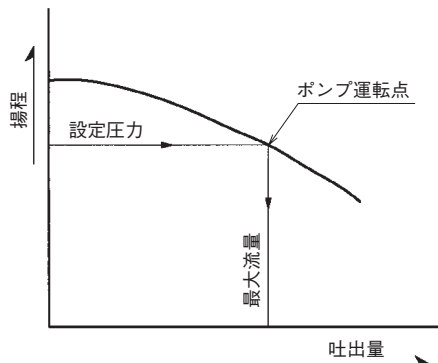
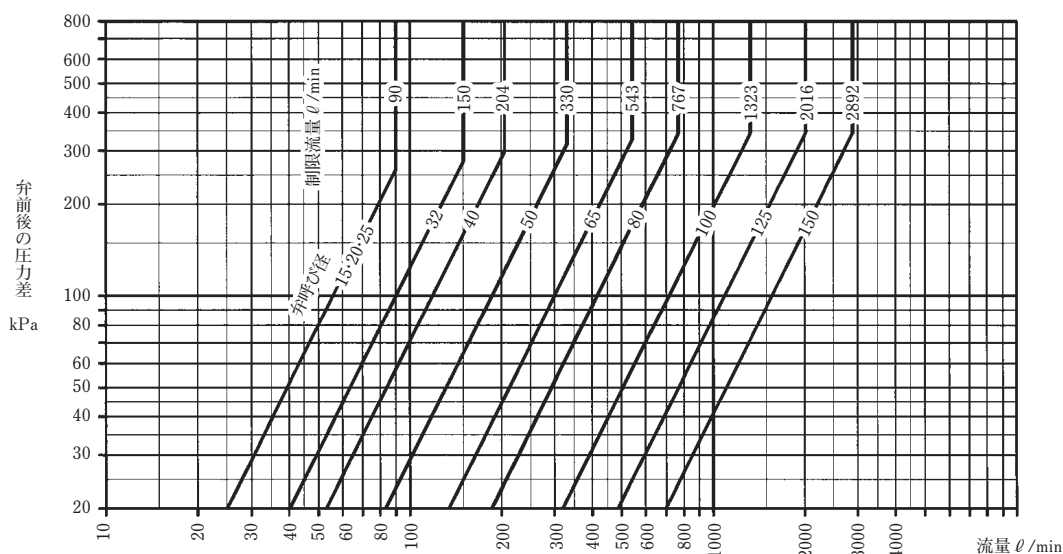
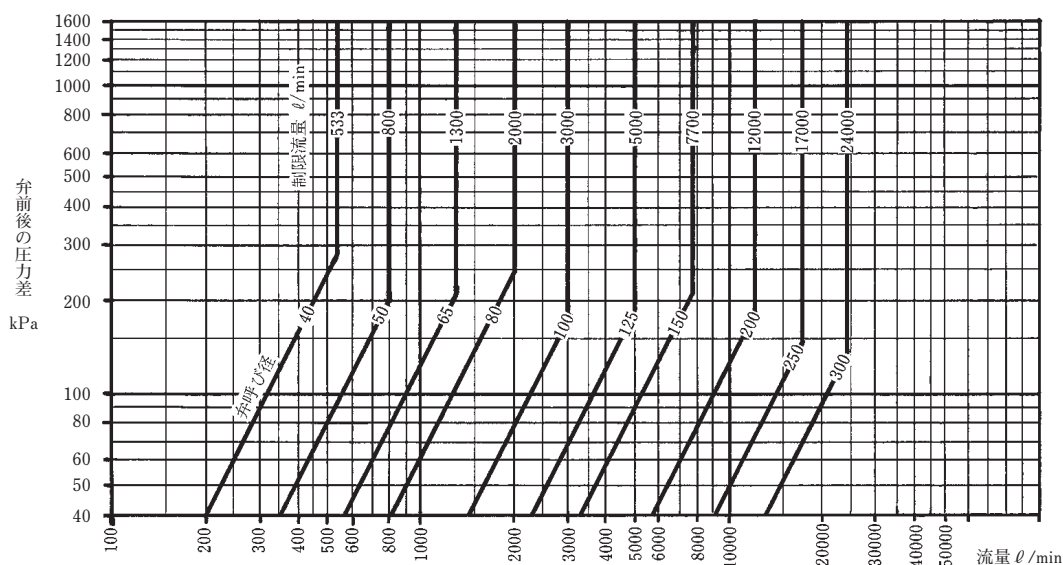

図5 ポンプ特性図
図6 RMD31型サステン弁・RMD31D型差圧サステン弁 呼び径選定図
図7 RFD42型・SFD42型サステン弁・RFD42D型差圧サステン弁 呼び径選定図
ポンプ特性図（図 5 参照）から設定圧力に相当する揚程の吐出量を求めます。これがサステン弁の最大流量です。設定圧力と最大流量が決まると図 6 又は図 7 の選定図により選定します。機種は通常直動形の RMD31 型を使用しますが、所要の設定圧力が高く RMD31 型の設定圧力区分を超える場合、又は流量が大きく RMD31 型では賄えない場合は RFD42 型を使用します。
場合で、ポンプ特性図から 400 ℓ/min を貯水槽に逃さなければならぬと仮定します。図 6 RMD31 型サステン弁、RMD31D 型サステン弁 呼び径選定図で流量 400 ℓ/min の線と弁前後の圧力差すなわち 300 - 0 = 300kPa の線との交点を求めますと呼び径 50 と 65 の中間になります。大きい方を選び、呼び径 65 が適当なサステン弁となります。
- (1) まず配管径と同一の呼び径の **RMD31 型** を選定し、図6の呼び径選定図により弁前後の圧力差すなわちサステン弁の出口側圧力は0ですから $10 \times (P - \Delta P + H) - 0 = 10(P - \Delta P + H)$ kPa の線（サステン弁の出口側に背圧が加わる場合はその圧力を減じます。）と選定した呼び径の線との交点から下方に線を引き流量を求めます。
- (2) 前項の RMD31 型では容量不足になる場合は SFD42 型を選定し、図 7 の呼び径選定図を使用し、前(1)項の RMD31 型の場合と同様にして、呼び径を選びます。